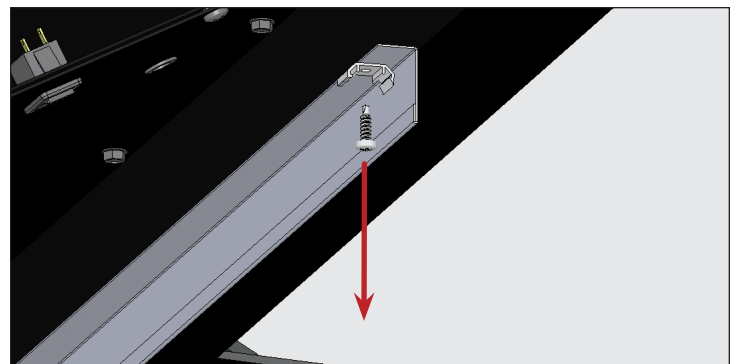

Fig. 2. Desatornillar los soportes de LED. No se muestran otros soportes de LED.
3. Retire los soportes de LED. Véase la fig. 2.